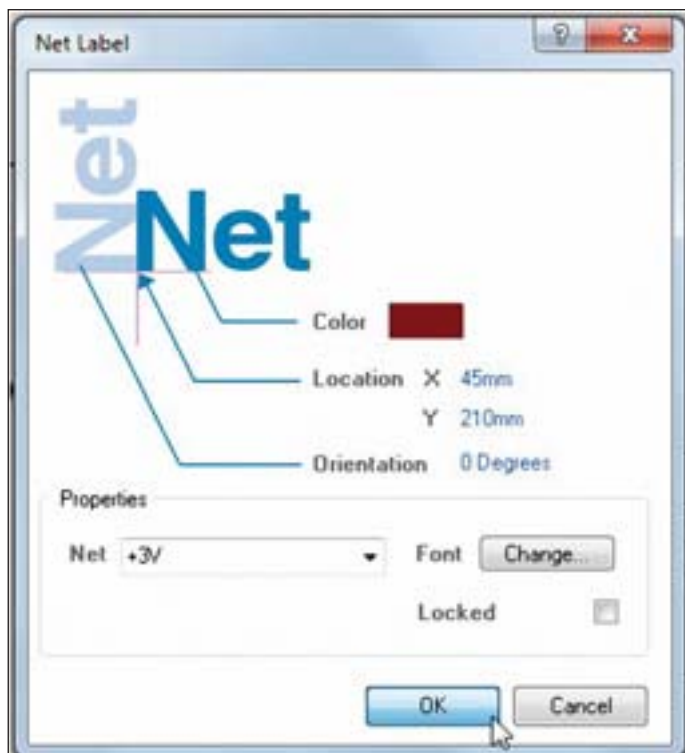

Рис. 45. Настройка метки цепи
10. В поле *Net* укажите имя цепи +3V и нажмите *Ok* (рис. 45).